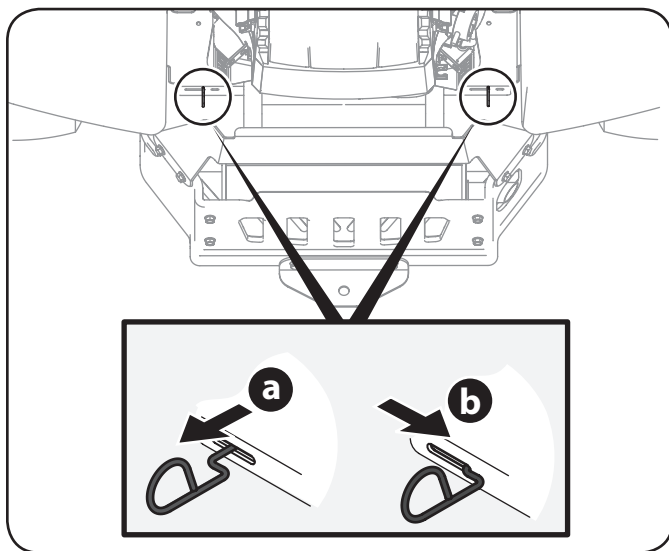

Figure 6-4
1. Repérez les tiges de dérivation des transmissions qui se trouvent à l'arrière de la tondeuse, près du côté intérieur de chaque pneu arrière. Voir Figure 6-4.
2. Pour déplacer l'appareil manuellement sans le démarrer, engagez les tiges de dérivation des transmissions qui se trouvent à l'arrière, de chaque côté de l'appareil. Les tiges de dérivation des transmissions sont placées à l'arrière de l'appareil, près du côté intérieur de chaque pneu arrière. Pour engager les tiges de dérivation, tirez sur chaque tige (a) et glissez-la vers la droite (b). Voir Figure 6-4.
3. Après avoir déplacé l'appareil, glissez les deux tiges de dérivation vers la gauche pour les désengager. Voir Figure 6-4.
1. Retirez les boulons et les rondelles plates qui fixent les barres de conduite aux supports pivotants. Voir Figure 6-4.